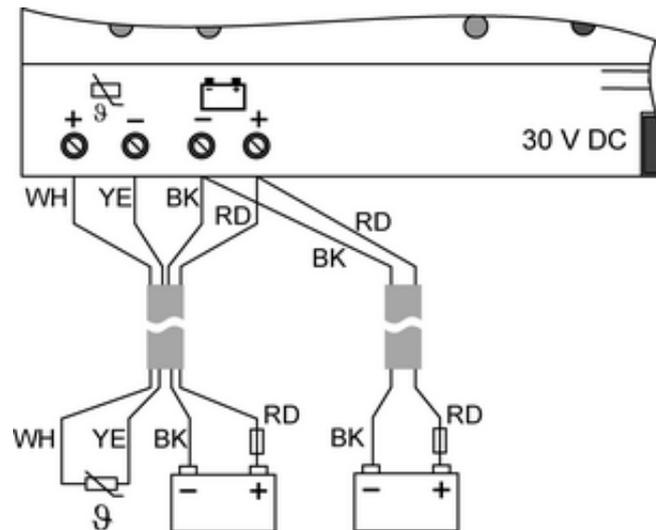

Bild 4: Anschluss von zwei Akkus > 5 Ah mit 4- und 2-adrigem Kabelsatz
**Anschluss von zwei Akkus mit einer Kapazität > 5 Ah (Bild 4)**